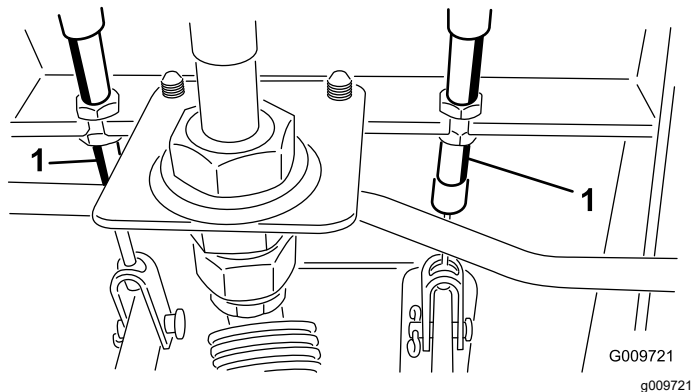

Figure 78
- A. Desserrez l'écrou avant sur l'extrémité fileté du câble de frein (Figure 78).